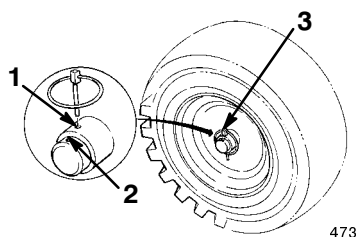

Figure 4
8. Glissez les roues vers l'intérieur et insérez les goupilles dans les trous du moyeu et le trou **intérieur** de l'essieu (Fig. 4).